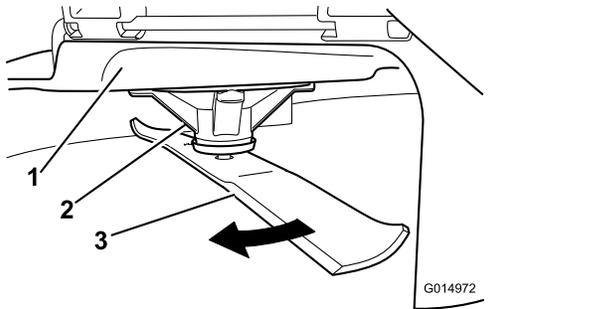

Figura 45
2. Llevando guantes fuertemente acolchados u otro tipo de protección apropiada para las manos, gire la cuchilla lentamente hasta una posición que permita medir la distancia entre el filo de corte y la superficie nivelada en la que descansa la máquina (**Figura 45**).